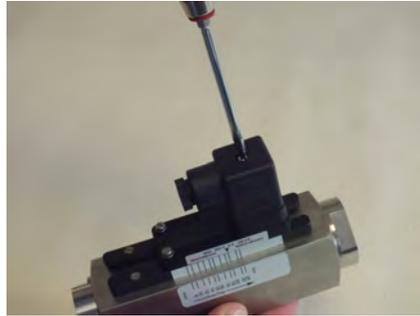

Abb. 61: Steckerdose lösen
**1.** ➤ Mit einem Schlitzschraubendreher die Befestigungsschraube (Abb. 61) der Steckerdose lösen